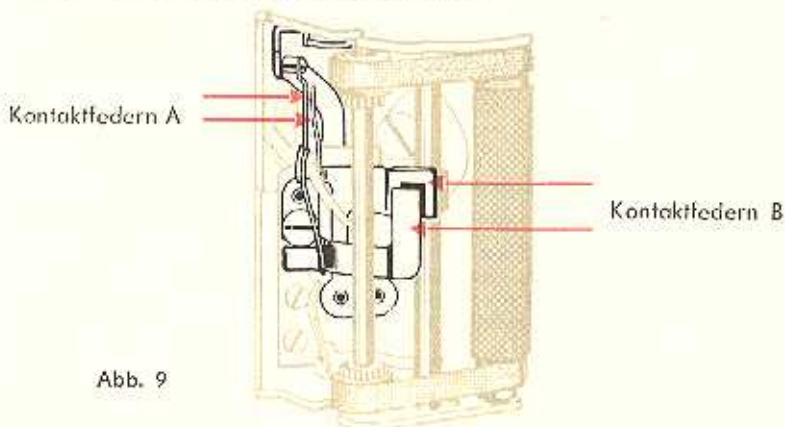
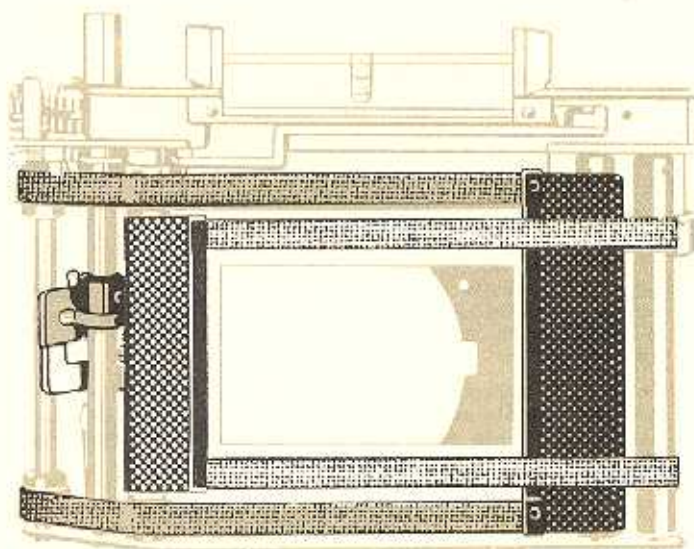

Abb. 9
Abb. 10
Justage der Kontaktfeder A (s. Abb. 9).
- Vorlaufwerk ablaufen lassen, nach Freigabe der Arretierung des Abdruckhebels (Stillstand) muß zwischen beiden Kontaktfedern A ein Zwischenraum von ca. 1 mm sein (s. Abb. 9). Ist dies nicht der Fall, Kontaktfedern A dementsprechend biegen.
- c) Mit dem Verschußzeiteneinstellknopf Verschuß langsam ablaufen lassen, dabei großes (1.) Rollo 300.12 U 6 und Bildfenster beobachten. Verläßt das große (1.) Rollo das Bildfenster (Rollostäbchen läuft über die rechte Kante des Bildfensters, s. Abb. 10), so muß der X-Kontakt geschlossen sein. Es ist unbedingt darauf zu achten, daß die Kontaktgabe vor dem Auskuppeln des 2. Rollos 300.12 U 10 erfolgt.  $\frac{1}{30}$  s ist kürzeste Offenzeit. Ist dies nicht der Fall, so müssen die Kontaktfedern B (s. Abb. 9) gebogen werden, bis die richtige Kontaktgabe erreicht wird. Die Spiegelaufzugsbuchse 300.20 - 6 an der Verschußachse 300.20 steuert die Kontaktgabe.